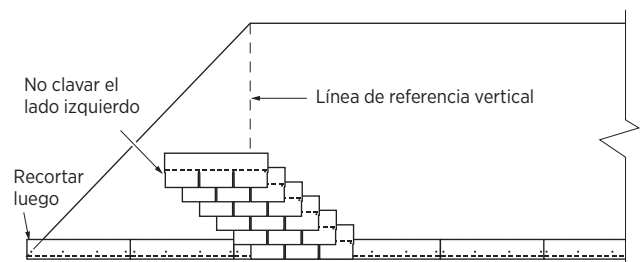

Figura 9-3: Sección 1-A
2. Aplique la primera teja de cada hilera sobre la primera hilera superponiendo la línea de referencia en la cantidad requerida como se indica en las instrucciones de aplicación del producto. No clave el extremo izquierdo de las tejas en este momento. (Habrá un total de cuatro o seis hileras por sección diagonal según el producto que se instale). (Consulte la Figura 9-3).